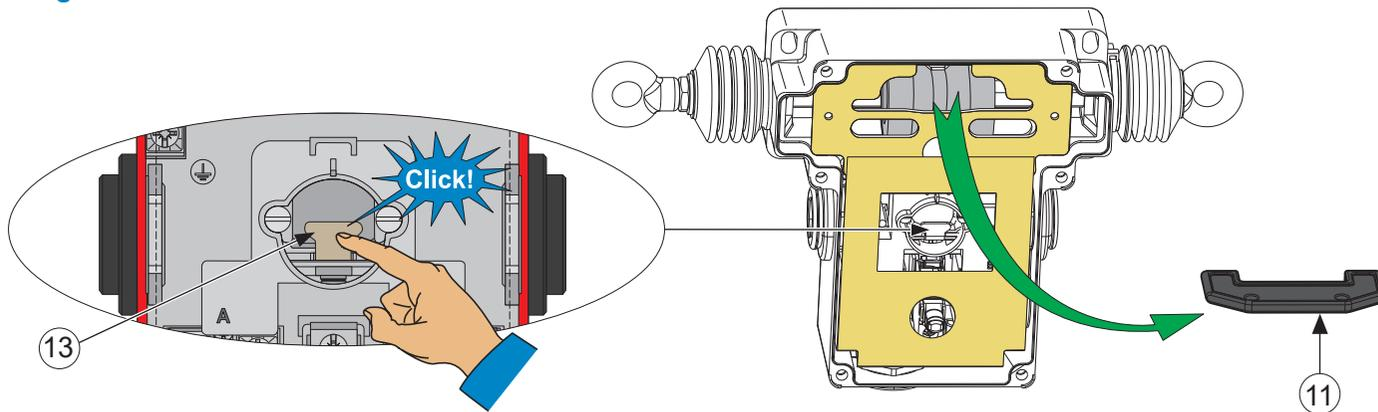

Fig.9
10. Bringen Sie die Abdeckung mithilfe der 6 Schrauben ⑥ am Gerät ① an (Anzugsmoment = 1,5±0,1 Nm) oder fahren Sie mit dem Verkabelungsschritt fort (Abb. 9).